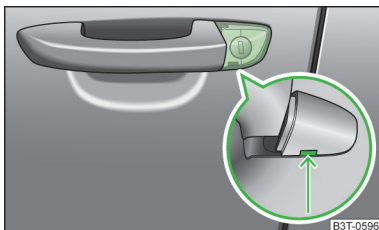

Fig. 192
- Insérez la clé du véhicule dans l'orifice situé sous le cache dans le sens de la flèche » fig. 192.